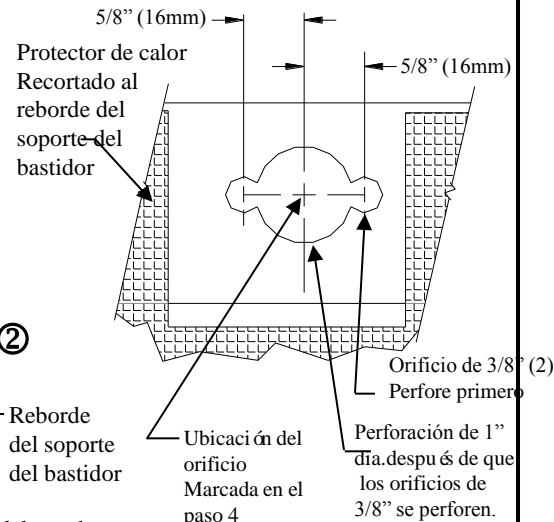

Figura 2
①	Cant. (2)	Perno hexagonal 1/2-13 x 1.50 GR5	④	Cant. (2)	Bloque 1/4 x 1 x 3 (orificio cuadrado)
②	Cant. (4)	Bloque 1/4" x 1 x 2	⑤	Cant. (4)	Arandela de bloqueo 1/2"
③	Cant. (2)	Perno de carruaje 1/2-13 x 1.75 GR5	⑥	Cant. (4)	Tuerca hexagonal 1/2-13
- Retire el gancho del escape del lado del pasajero al quitar los (2) pernos que unen el soporte del gancho del escape al bastidor. Retenga los pernos para reinstalación.
- Baje el enganche. Perfore orificios de acceso en los largueros del bastidor en las áreas marcadas en el paso 4 (Vea la Figura 2)